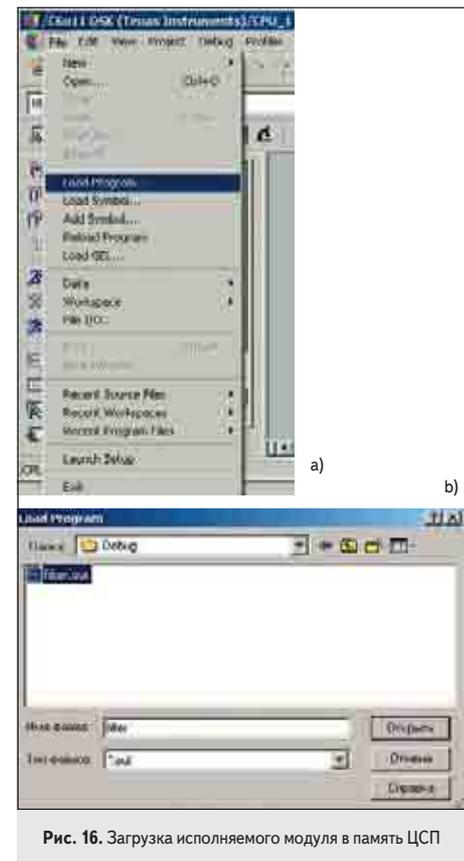

Рис. 16. Загрузка исполняемого модуля в память ЦСП
- Компиляция всех файлов проекта (значок  на панели быстрых кнопок CCS). При этом все файлы с расширением «*.crr*» транслируются в объектные модули (файлы с расширением «*.obj*»). Затем объектные модули компонуются в выходной файл с расширением «*.out*». Выходной файл содержит исполняемый бинарный модуль. Исполняемый модуль необходимо загрузить в память процессора. Это происходит автоматически в режиме *Load Program After Build*. Кроме того, это можно сделать через главное меню CCS: в пункте *File* выбрать подпункт *Load Program* (рис. 16а). В появившемся окне указать место расположения (папка *Debug* проекта), тип (*.out*) и имя загружаемого файла (рис. 16б).